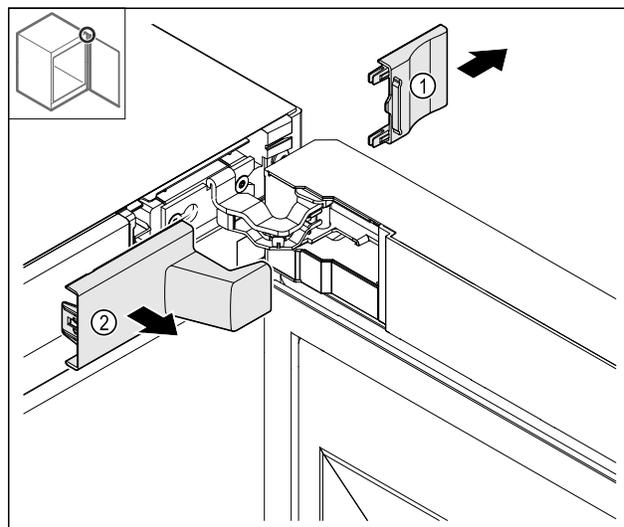

Fig. 13
► Retirer le cache Fig. 13 (1) puis le cache Fig. 13 (2).